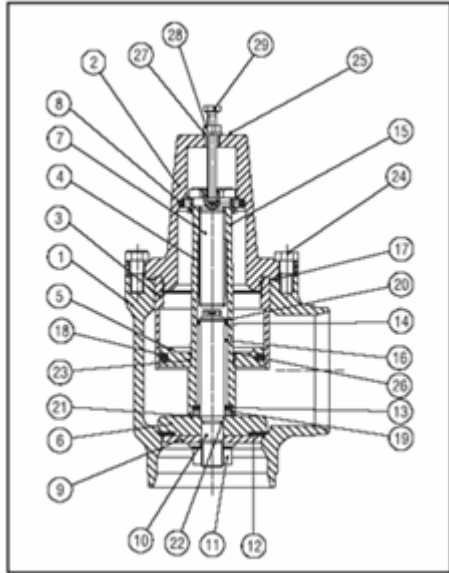

Figura 28. Válvula de Arranque En Frio
Dentro de la válvula (vea la Figura 28) hay un resorte muy grueso y muy apretado (15). Siempre y cuando la válvula este intacta, el resorte no representa ningún peligro al estarla desmantelando. El resorte esta comprimido con un tornillo largo (7). Si es necesario reparar la válvula, puede ser desmantelada de la manera siguiente: